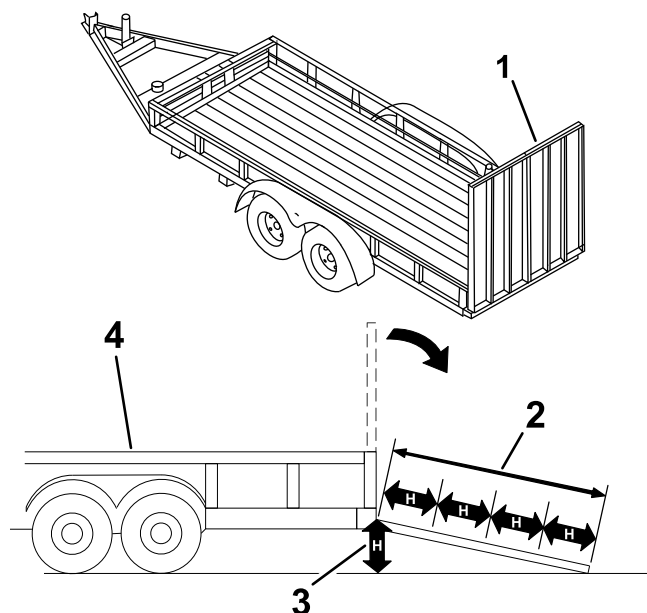

Рисунок 29
При погрузке машины на прицеп или грузовик повышается вероятность опрокидывания, что может привести к получению тяжелой травмы или гибели (Рисунок 29).
3. Опустите наклонный въезд (Рисунок 29).